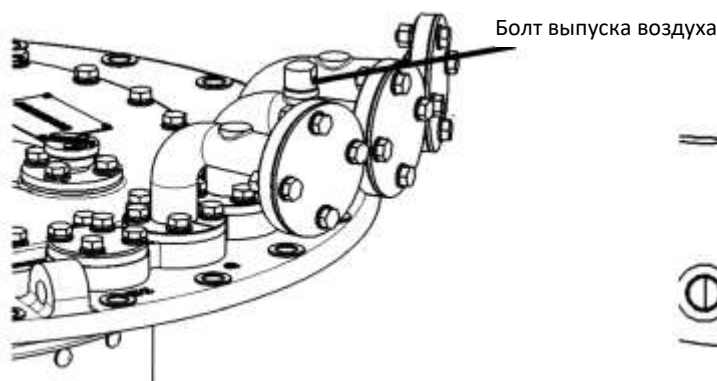

Рис. 59
1. Отвернуть резьбовой колпачок М16 на всасывающем трубопроводе S (Ключ №16) (Рис.59).